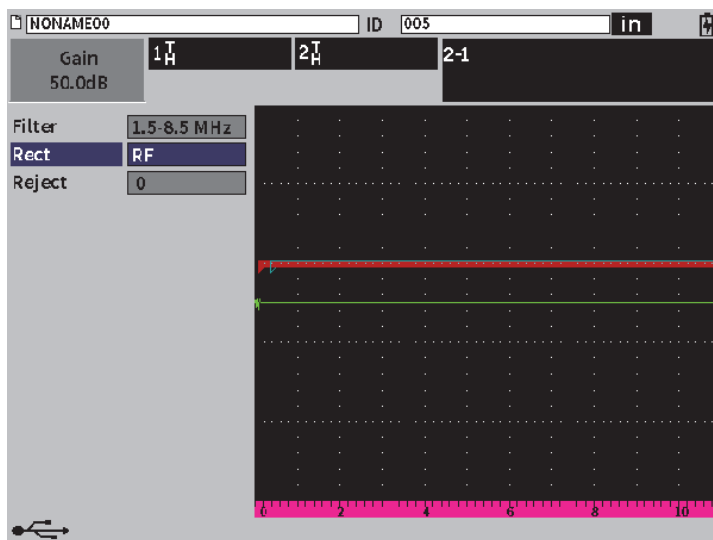

Рис. 11-42 Диалоговое окно приемника
2. В диалоговом окне приемника () установите **Rect** на **RF** (см. Рис. 11-42 на стр 232).
3. Дважды нажмите клавишу ESC, чтобы убрать меню настройки и отобразить измерение эхо-эхо в текущем А-скане (см. Рис. 11-42 на стр 232).